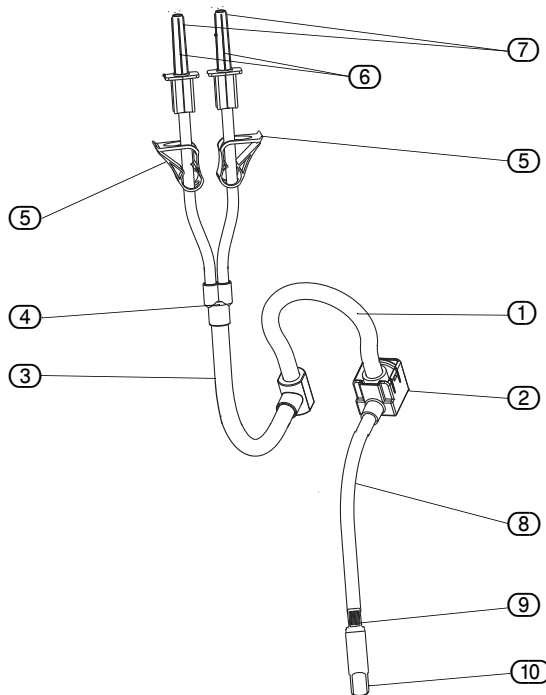

Рис. 5-8 Элементы суточного комплекта шлангов
Суточный комплект шлангов пациента - это двухкомпонентный комплект, состоящий из **суточного комплекта шлангов** (см. Рис. 5-8 Элементы суточного комплекта шлангов, стр. 25) и **шланга пациента** (см. Рис. 5-9 Элементы шланга пациента, стр. 26).
У шланга пациента с одной стороны имеется присоединение к суточному комплекту шлангов (гигиенический коннектор (11)). На другой стороне наконечник Люэра (13) служит для присоединения к инструменту, например, троакару. Соедините гигиенический коннектор (11) шланга пациента с ответным коннектором суточного шланга (Рис. 5-8 "Элементы суточного комплекта шлангов" (9)).